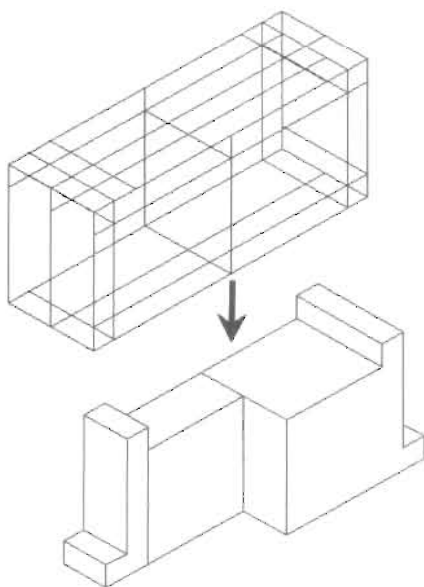

图 11-90
(3) 单击“修改”工具栏上的“修剪”按钮，修剪掉多余的线段，并按 Delete 键删除多余的线段，结果如图 11-90 所示。